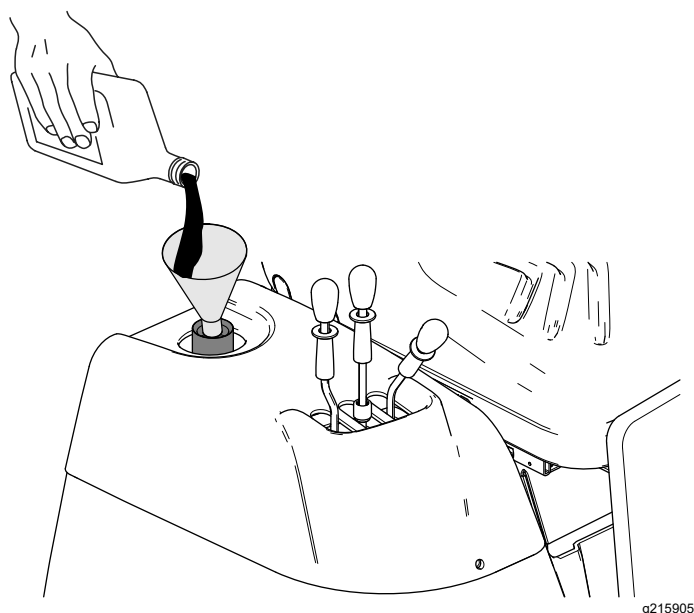

Рисунок 100
7. Если уровень рабочей жидкости находится ниже нижней отметки на масломерном щупе, долейте гидравлическую жидкость указанного типа в заливную горловину (Рисунок 100), чтобы ее уровень находился между двумя отметками на щупе.